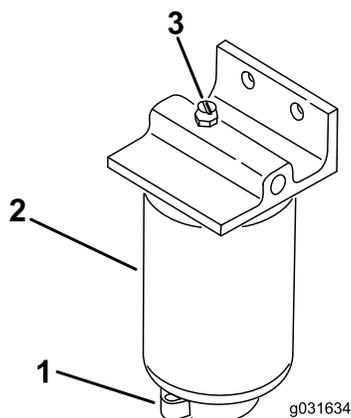

図 51
2. フィルタ容器 図 51 下部のドレンプラグをゆるめて水や異物を流し出す。
1. フィルタの取り付け部周辺をウェスできれいにぬぐう 図 51。